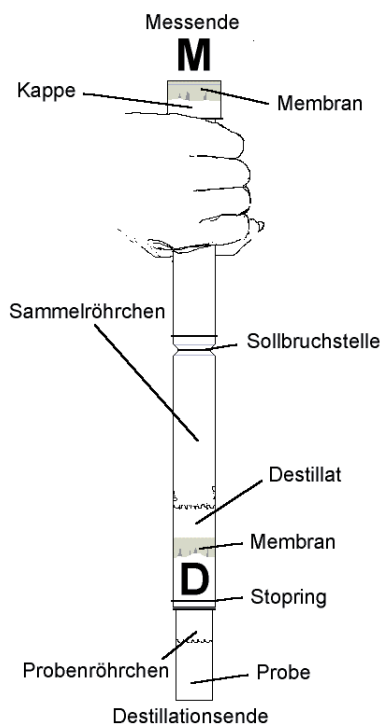

Abbildung 1
2. Ein **Micro Dist** (MD) Sammelröhrchen (Abbildung 1) mit dem **D** Ende nach unten in einen geeigneten Halter stellen.